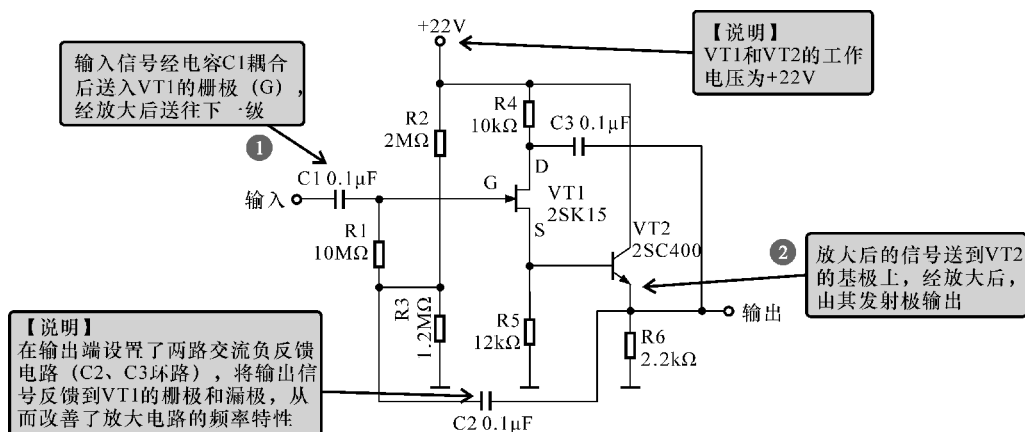

图 4-14 对高输入阻抗缓冲放大电路的识读分析过程
找到了该电路中的主要元器件后，对高输入阻抗缓冲放大电路的识读分析过程如图 4-14 所示。通过对电路的分析，我们可以识读出，当信号送入后，经电容器 C1 耦合送到场效应晶体管 VT1 的栅极 (G)，由场效应晶体管 VT1 放大后由其源极 (S) 输出，送往共集电极三极管 VT2 的基极进行放大，再由 VT2 的发射极输出。